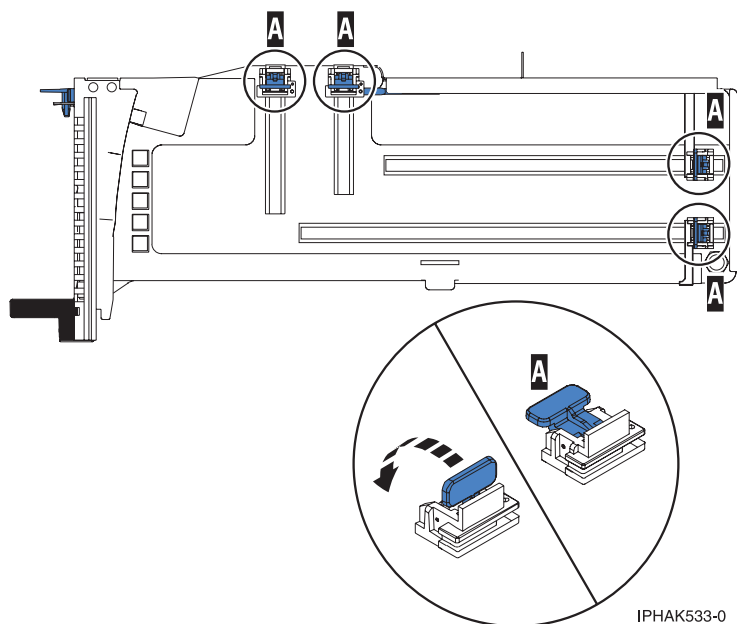

Figura 29. Peces de retenció de l'adaptador
- b. Assegureu-vos que totes les peces de retenció de l'adaptador (A) s'han tret de les vores del casset per tal de permetre la col·locació de l'adaptador. Consulteu Figura 29 a la pàgina 39.